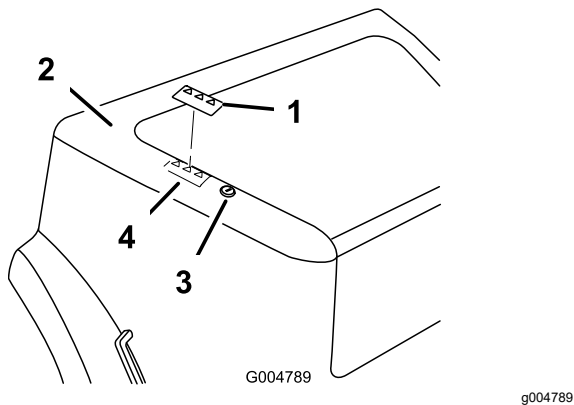

図 10
する 図 10。
3. 安全デカルの裏紙をはがし、図 10のようにデカルをフードに貼り付け、デカルの中央部から縁の方に外側に向かって押し広げるようにして貼り付ける。